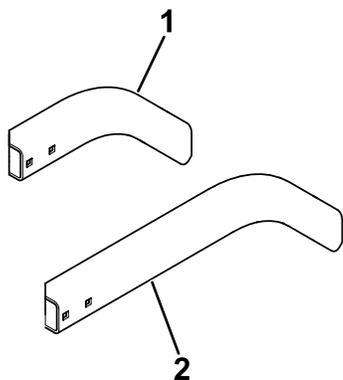

Figure 19
- **Modèle 31980** : fixez le long support droit (Figure 19) au support de montage droit à l'aide de 2 boulons de carrosserie (5/16 x 3/4 po) et 2 écrous à embase (5/16 po).
- **Modèle 31981** : fixez le support court droit (Figure 19) au support de montage droit à l'aide de 2 boulons de carrosserie (5/16 x 3/4 po) et 2 écrous à embase (5/16 po).